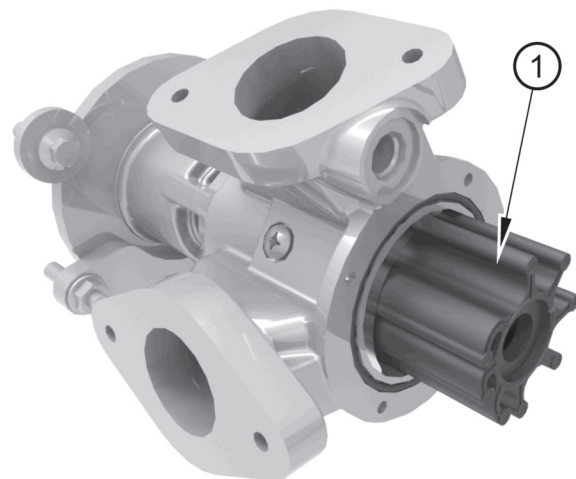

Figure 13
4. Retirez le bouchon en caoutchouc (repère 2) puis déposez la turbine de l'arbre (figure 13, repère 1).